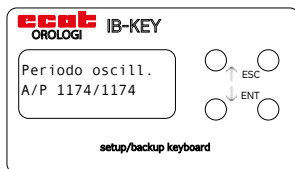

Fig. 2 - **A:** periodo di oscillazione corrente;
4. Accedere al menu **SETUP RAPIDO**, premere ENT, sul display apparirà **Rilevazione campana** → avviare, confermare con ENT. Se sul display compare un messaggio di errore (**Sensore inattivo** o **Fermare la campana**), verificare di aver eseguito tutti i passaggi precedenti, in particolare modo l'attivazione del sensore (vedi punto 2). La campana inizia a oscillare. Attendere che entrambi i periodi di oscillazione siano allineati osservando i dati sul display (fig. 2).